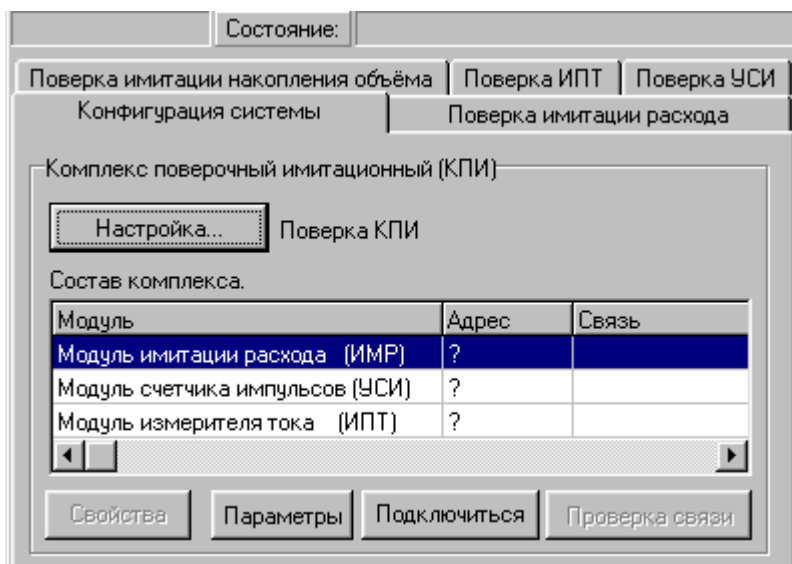

Рис. 51. Вид основного окна для целевой задачи «Поверка КПИ».
- запустить на ПК программу **Монитор КПИ-01** и выполнить ее настройку. Порядок работы с ПО описан в разделе 2.4.1. Для проведения проверки выбирается целевая задача **Поверка КПИ** (рис.3). Основное окно будет иметь вид, представленный на рис.51.